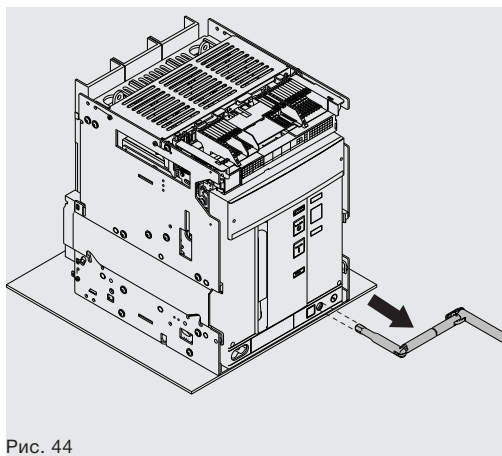

Рис. 44
11. Извлеките рукоятку. См. Рис. 44.